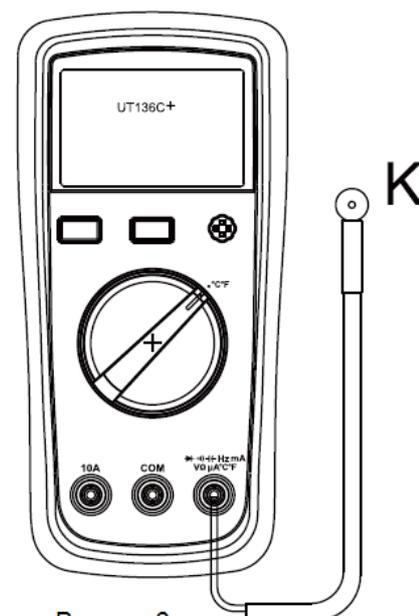

Рисунок 6
8. Измерение температуры (только UT136C+) (см. рисунок 6)